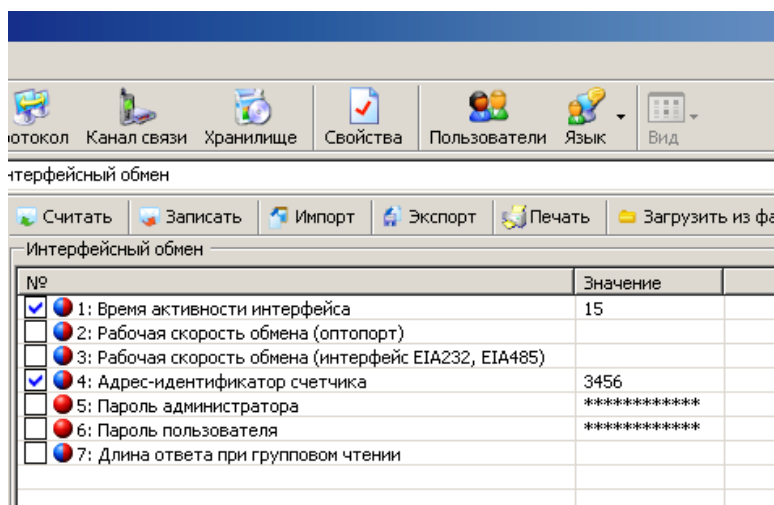

Рисунок 5.17 – Интерфейсный обмен
- Проверить значения начальной и рабочей скорости через интерфейс, они должны быть равны 9600 бод (5) (см. п. 5.4.3).
- Чтением параметра «время активности интерфейса» убедиться, что его значение равно 15 с. (см. рисунок 5.17).
- Чтением параметра «адрес-идентификатор счетчика» (см. рисунок 5.17) убедиться, что его значение равно 4 последним цифрам серийного номера, без нулей перед значащими цифрами, т.е. если 4 последние цифры заводского номера имеют вид «0001», то идентификатор равен «1».